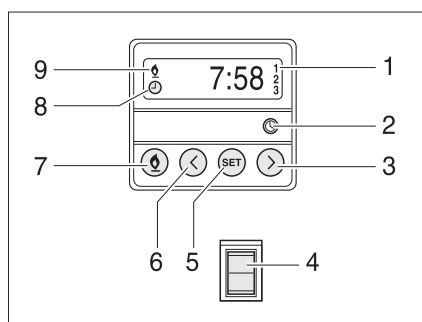

Fig. 174 Unité de commande pour le chauffage d'appoint
- Appuyer sur la touche (Fig. 174,7). Le mode chauffage est indiqué par le symbole (Fig. 174,9). Le ventilateur ne s'allume que quand la température de l'eau de refroidissement atteint 30 °C.
- Appuyer sur la touche (Fig. 174,7). Le symbole (Fig. 174,9) s'éteint.
- Appuyer sur le bas de l'interrupteur (Fig. 174,4). Le moteur est préchauffé. Le ventilateur est immédiatement allumé.
- Appuyer sur le haut de l'interrupteur (Fig. 174,4). Le moteur reste froid.
- Appuyer sur la touche (Fig. 174,2). Le menu réglage de l'heure est indiqué par le symbole (Fig. 174,8).
- Régler l'heure avec les touches (Fig. 174,3 et 6).
- Appuyer sur la touche (Fig. 174,5).
- Régler le temps de démarrage dans les 10 secondes qui suivent avec les touches (Fig. 174,3 et 6).
- Appuyer plusieurs fois sur la touche (Fig. 174,5) jusqu'à ce que le numéro de programme désiré (Fig. 174,1) apparaisse sur l'écran.